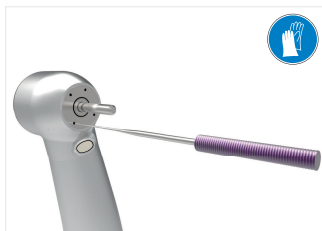

FIG. 5
1. Desatascue los tubos de aspersión con el hilo limpiador Bien-Air Dental SA. FIG. 5